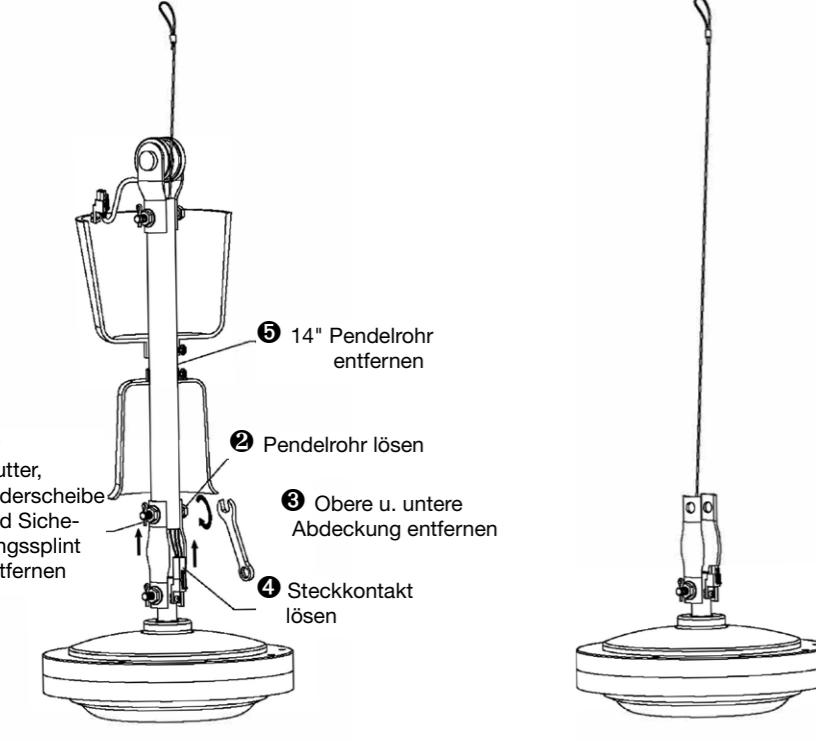
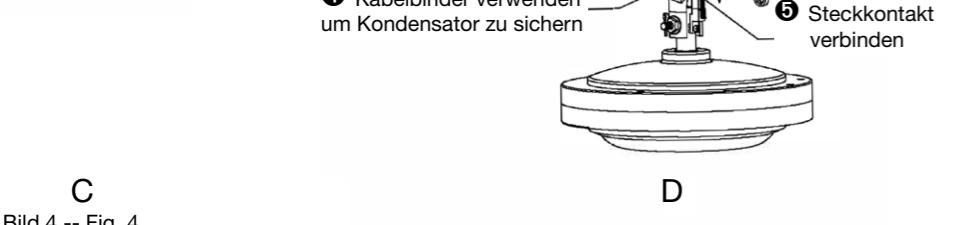

Bild 3 -- Fig. 3
Bild 4 -- Fig. 4
1. Optional: Umbau auf kurzes Pendelrohr 9". (Bild 3 und Bild 4)
1. Determine which downrod (short or long) is to be used. (Fig. 3 and Fig. 4)
1. Déterminer quel tube de suspension (court ou long) doit être utilisé. (Fig. 3 et Fig. 4)